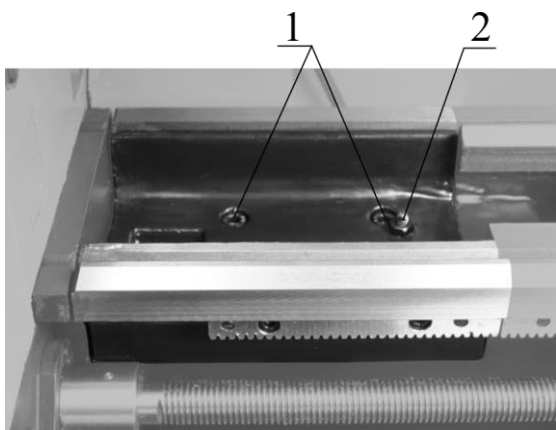

Рисунок 19.
**Установка и снятие съемной части станины (мостика) (см. рис. 19).**